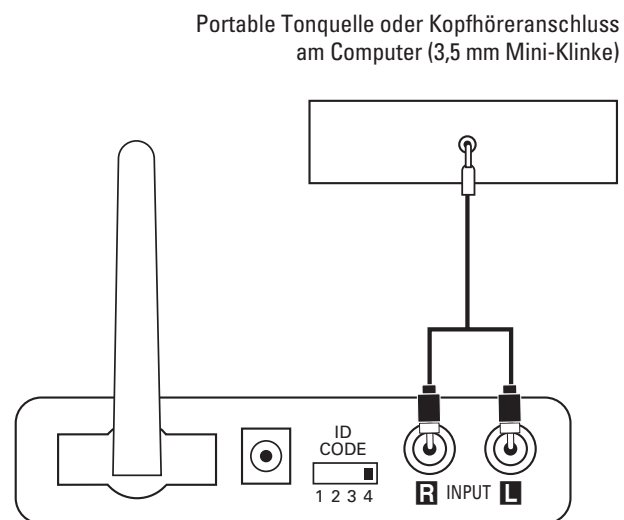

Abbildung 5.
Schritt 1. Schließen Sie das mitgelieferte Adapterkabel (Cinch auf Mini-Klinkenstecker – im Lieferumfang enthalten) an den Vorverstärker-, Line-Out- oder Kopfhörerausgang Ihrer portablen Tonquelle an. Schließen Sie das andere Kabelende an die entsprechenden Eingänge am Sendemodul 14 an (siehe Abbildung 5).